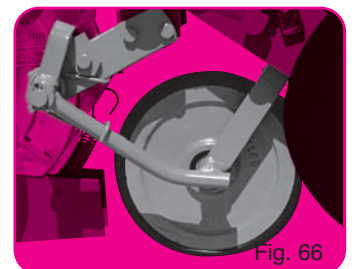

Fig. 66
- Roulette intermédiaire à bandage autonettoyant (fig. 66)
- Intermediate rubber press wheel (fig. 66)
- Mittlere Andruckrolle mit selbstreinigenden Gummireifen (Abb. 66)
- Tussendrukrol met zelfreinigende rubber band (fig.66)